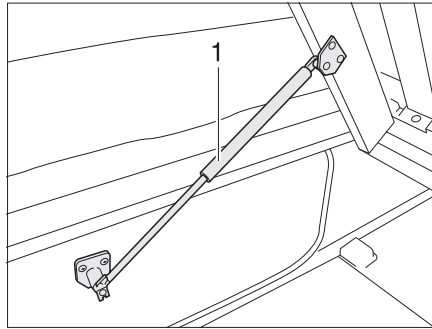

Fig. 178 Lit fixe
- Soulever le sommier à lattes. Les ressorts à pression de gaz (Fig. 178,1) maintiennent le sommier à lattes en position ouverte.